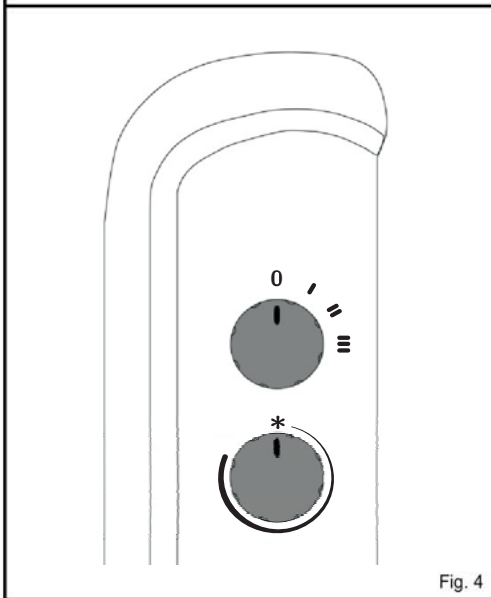

Fig. 4
- 1.- Sélectionner la puissance de chauffage par l'intermédiaire du sélecteur de puissances (**Fig.4**).
Avec l'appareil branché au réseau, sélectionner la puissance de chauffage et placer la commande du thermostat sur la position  (Fig.4)